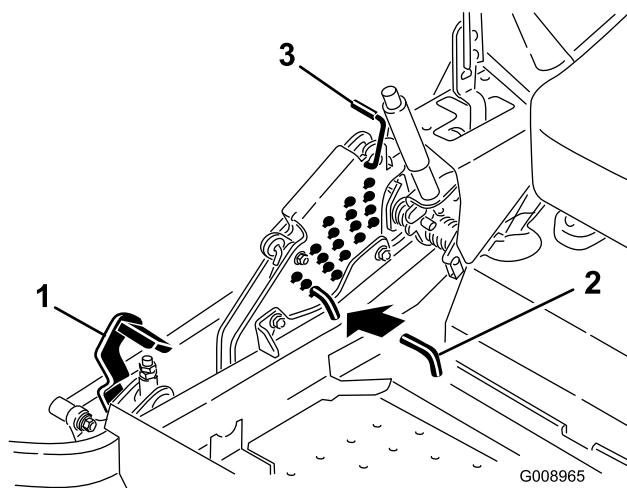

Bild 27
2. Treten Sie mit dem Fuß auf das Mähwerkhubpedal und heben Sie das Mähwerk in die Transportstellung an (auch die Schnitthöhe von 140 mm) (Bild 27).
3. Drehen Sie zum Einstellen den Stift um 90 Grad und nehmen ihn aus der Schnitthöhen-Halterung heraus (Bild 27).
4. Wählen Sie ein Loch in der Schnitthöhenhalterung, das der gewünschten Schnitthöhe entspricht, und stecken Sie den Lastösenbolzen wieder ein (Bild 27).